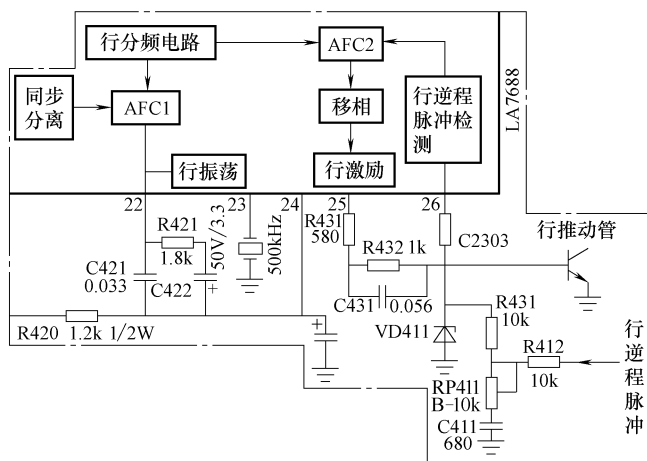

图 4-29 典型彩色电视机行振荡电路部分截图
典型彩色电视机行振荡电路部分截图如图 4-29 所示。LA7688 的②脚为行振荡启动电源脚,③脚外接 500kHz 晶振,⑥脚为行 AFC1 的滤波脚,⑦脚为行逆程脉冲输入脚,同时也是沙堡脉冲输出脚,⑤脚输出行激励脉冲去激励行推动管。